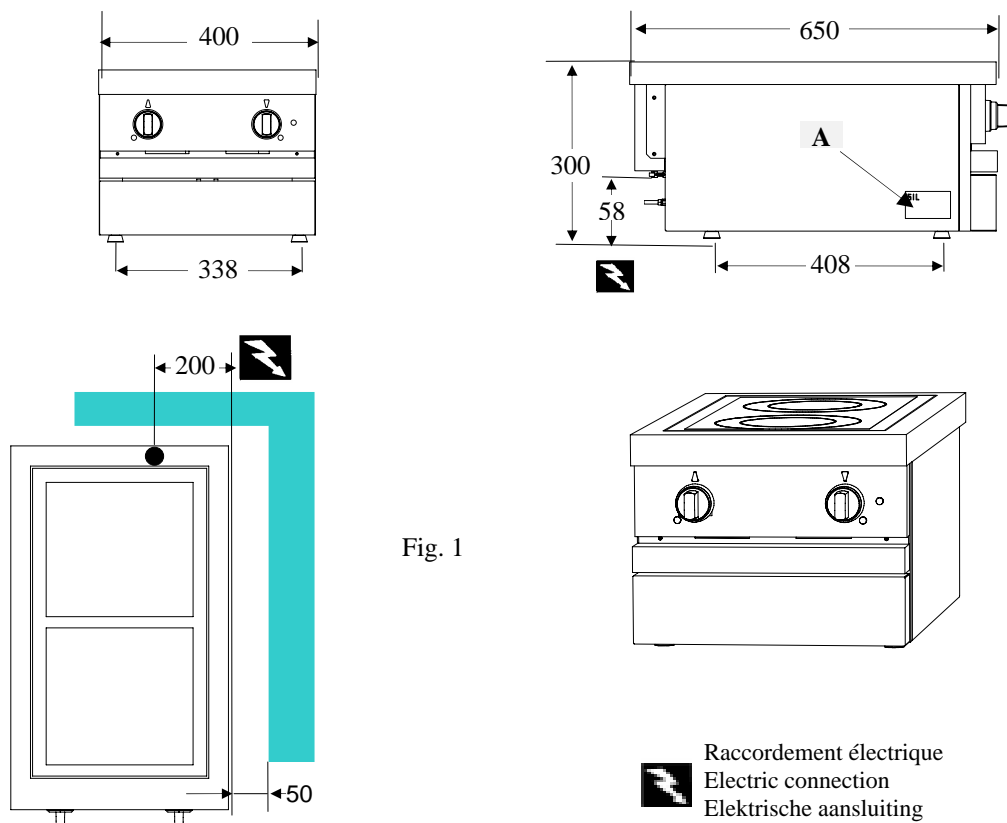

Fig. 1
**(FR)** Que la tension électrique du réseau est compatible avec la tension et puissance de l'appareil (plaquette signalétique **A** fig. 1).
**(GB)** Mains voltage is compatible with the appliance's rated voltage and thermal output (rating plate **A** fig. 1).
**(NL)** Of de netspanning overeenkomt met de spanning en het vermogen van het apparaat (zie constructie **A** fig. 1).